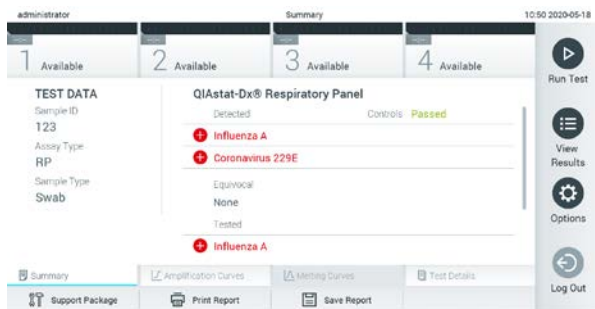

Figura 30. Tela Summary (Resumo) dos resultados.
11. Após a ejeção do cartucho de ensaio QIAstat-Dx, a tela Summary (Resumo) dos resultados será exibida (Figura 30). Consulte a Seção 5.4 para obter mais detalhes.